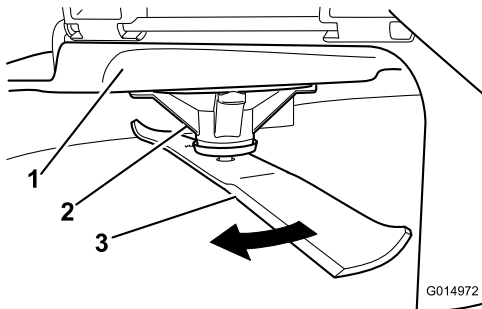

Рисунок 66
2. Одягаючи рукавички з товстими підкладками або інший належний засіб захисту рук, повільно поверніть ніж в положення, яке дозволяє вимірювати відстань між ріжучою кромкою та рівною поверхнею, на якій знаходиться пристрій (**Рисунок 66**).